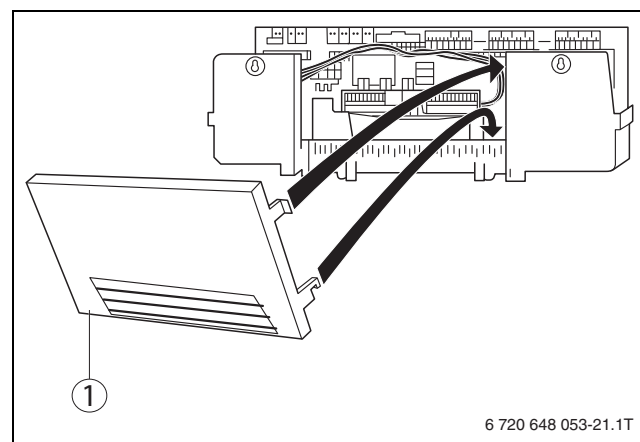

Рис. 27 Подготовка кабельного прохода
- ▶ При необходимости выломайте или вырежьте заглушки в задней стенке (→ рис. 27, [1]).